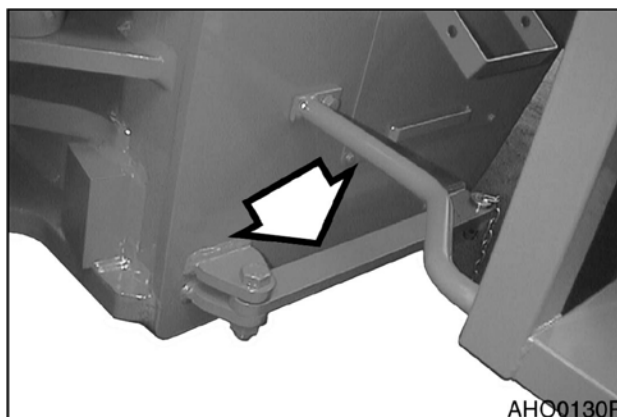

Рис. 15
1. Разомкните пластину замка рам между передней и задней рамами до начала движения. Закрепите пластину замка на задней раме (рис. 15).